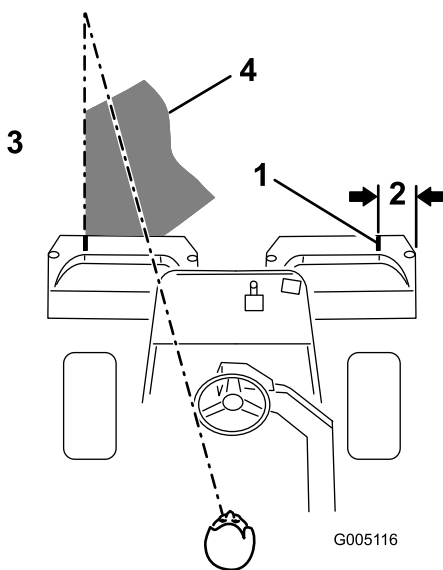

图 26
**注意** 为了保持以直线方式穿过果岭、并使得机器与此前剪草的边缘保持等距请在机器前到果岭未剪部分的边缘想象一条长约 1.83m 的视线图 26。包括将方向盘的外缘看作视线的一部分即让方向盘边缘对准与机器前面始终保持等距的某个点。